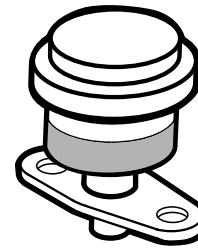

Figura 51
Revise el filtro del limpiador de aire primario únicamente cuando el indicador de mantenimiento (Figura 51) lo requiera. El cambiar el filtro antes de que sea necesario sólo aumenta la posibilidad de que entre suciedad en el motor al retirar el filtro.
1. Compruebe el indicador de obstrucción del filtro. Si el indicador se ve rojo, es necesario cambiar el filtro de aire (Figura 51).